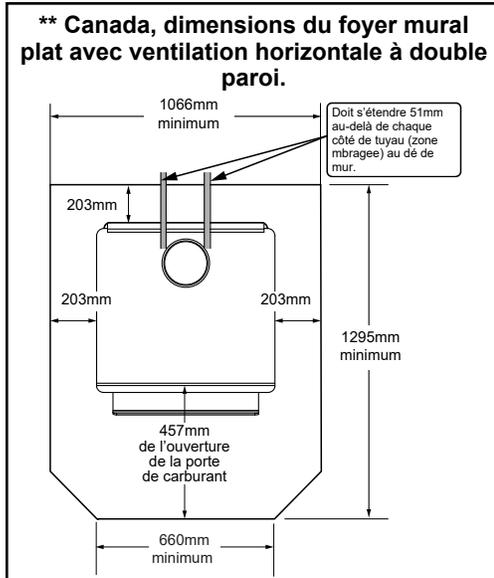

Figure 13.2 - \*\* Cette dimension varie en fonction de l'installation.
**Au Canada,** une protection de sol similaire doit être fournie à 457 mm (18 pouces) à l'avant et à 203 mm (8 pouces) des côtés et de l'arrière de l'appareil, à moins que le foyer ne soit contre le mur (**pour 43-ACC-C, voir Figure 13.2, page 13 ou pour 43ST-ACC-C voir 14.2 à la page 14**). Ensuite, le dégagement peut être réduit à l'aide d'un tuyau à double paroi et du tableau Dégagement par rapport aux matériaux inflammables indiqué à la page 15.
**\*Exception :** Les protections incombustibles pour le sol doivent s'étendre sous le conduit lorsque l'évacuation est horizontale et se prolonger de 51 mm (2 po) de chaque côté du conduit (**pour 43-ACC-C, voir Figure 13.2, page 13 ou pour 43ST-ACC-C voir 14.2 à la page 14**). →